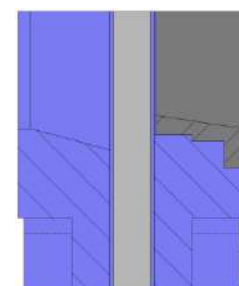

fig. 5
- **Siège 1** : Étanchéité métal / métal (fig. 5). Ce type de fermeture n'inclut aucun type de joint d'étanchéité, mais elle incorpore une bague renforcée qui remplit deux fonctions : protéger la vanne de l'abrasion et nettoyer la pelle lorsqu'elle travaille avec des solides qui peuvent se coller sur elle. Cette bague est démontable et facilement remplaçable. La fuite estimée (en considérant l'eau comme un fluide d'essai) est de 1.5% du débit dans le tuyau.